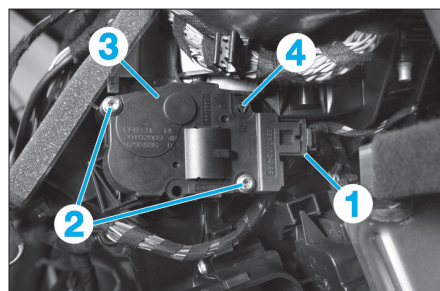

Fig. 49
- Déverrouiller et débrancher le connecteur (1) (Fig.49).